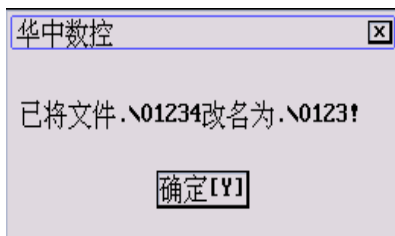
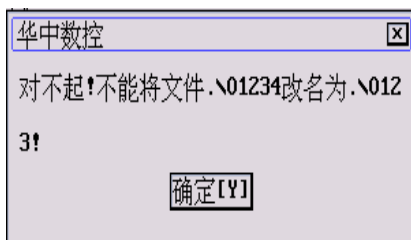

图 5.4.7 更名成功
图 5.4.8 更名失败
- (5) 按 5.4.1 节的步骤(3)~(7) 选择要更改的新文件的路径；
- (6) 按 5.4.1 节的步骤(8)~(10)在“文件名”栏输入要更改的新文件名，如“O123”；
- (7) 按 **Enter** 键，如果更名成功，则弹出如图 5.4.7 所示的对话框；否则，弹出如图 5.4.8 所示的对话框。